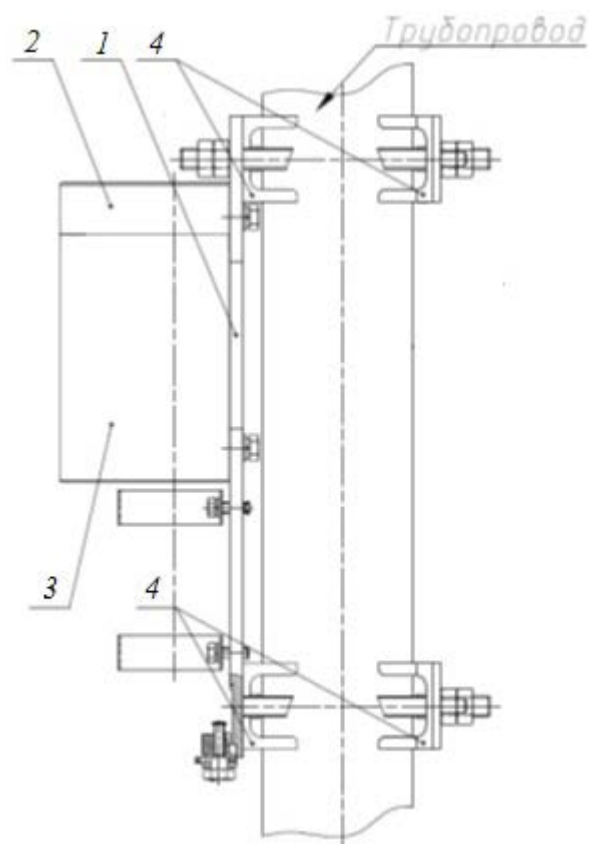

Рис. 4. Детали устройства крепления концентратора к трубопроводу.
2.2.5 Детали устройства крепления (рис. 4): прижимы, шпильки, крепёж, поставляются в отдельном ящике. Извлеките из ящика детали устройства крепления.
2.2.6.3 Произведите монтаж основания с установленным на нем блоком детектирования на трубопроводе, используя шпильки, как показано на рис. 4.